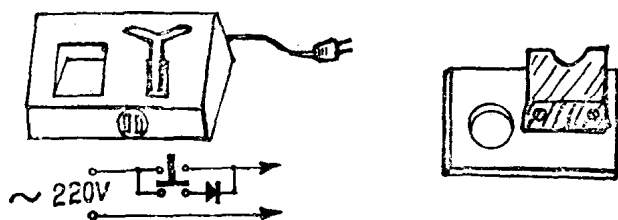

图1-5 烙铁架
(1) 注意用电安全。先用万用表  $R \times 10k$  档测一下金属壳与插头间的电阻，阻值应无穷大或在几兆欧以上。另外，不要使用塑皮线，以免烫坏外皮露出金属线，发生触电事故。最好换上绝缘好、不怕烫的花皮线。
(2) 电烙铁不要过于长时间的通电，以免烙铁头过热而使之氧化（烧死）。不用时最好断电或降低电压以延长烙铁的使用寿命，也可以做一个专用烙铁架来解决这个问题。电路如图1-5所示。